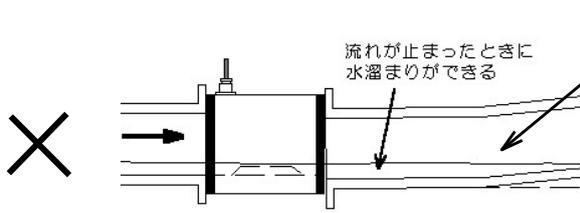

図16. 下流に逆勾配がある場合
- (c) 下流配管部に下流側から流体が流れ込む場合。(逆勾配の場合) 図16.